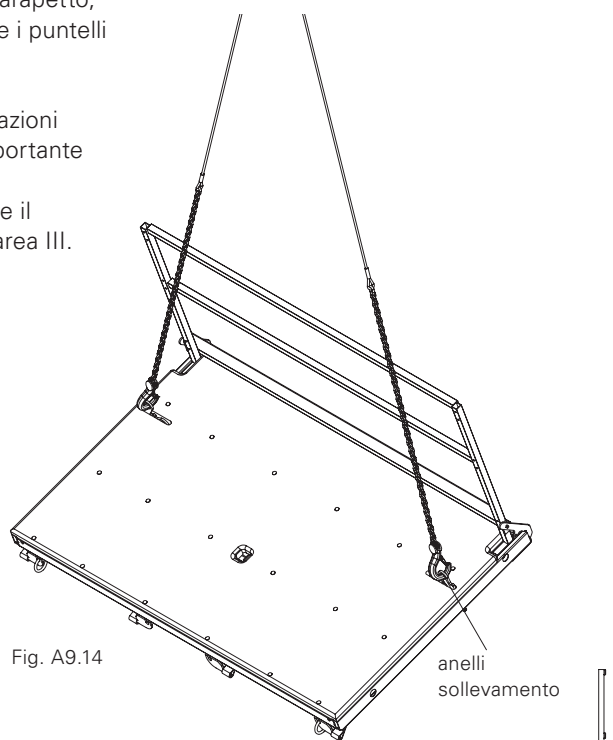

Fig. A9.14
7. Trasportare la piattaforma al luogo di impiego successivo. (Fig. A9.14)